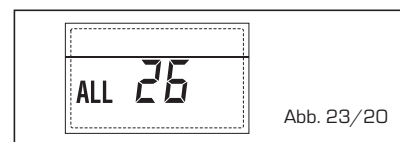

Abb. 23/20
- KOHÄRENZSTÖRUNG SOLARANWENDUNG "ALL 27" (Abb. 23/21)